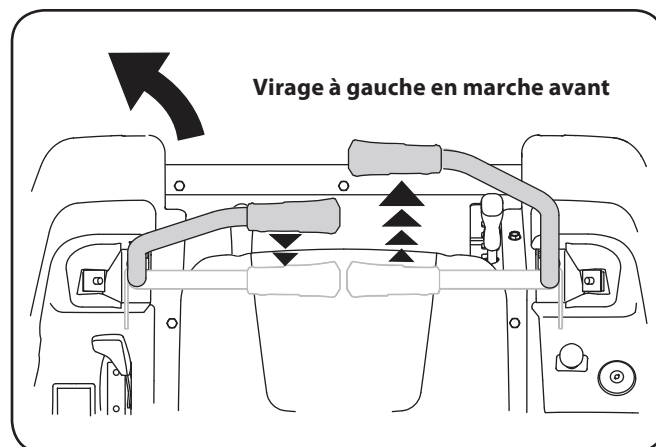

Figure 5-4
1. Pour tourner à gauche, tirez le levier gauche en retrait du levier droit. Voir la Figure 5-4.